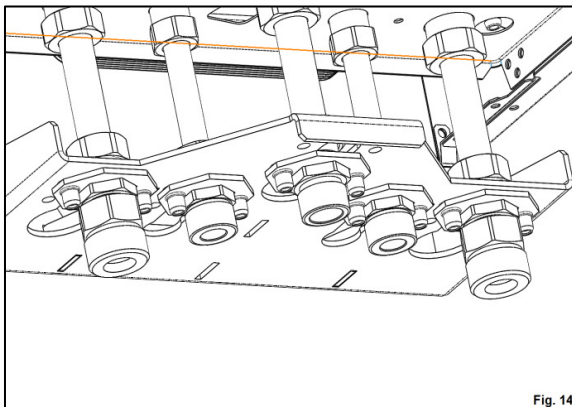

Fig. 14
9. Se atașează partea cu filet interior, a racordurilor olandeze L1, la racordurile F, asigurându-se etanșarea cu șnur de cânepă (Fig. 14).